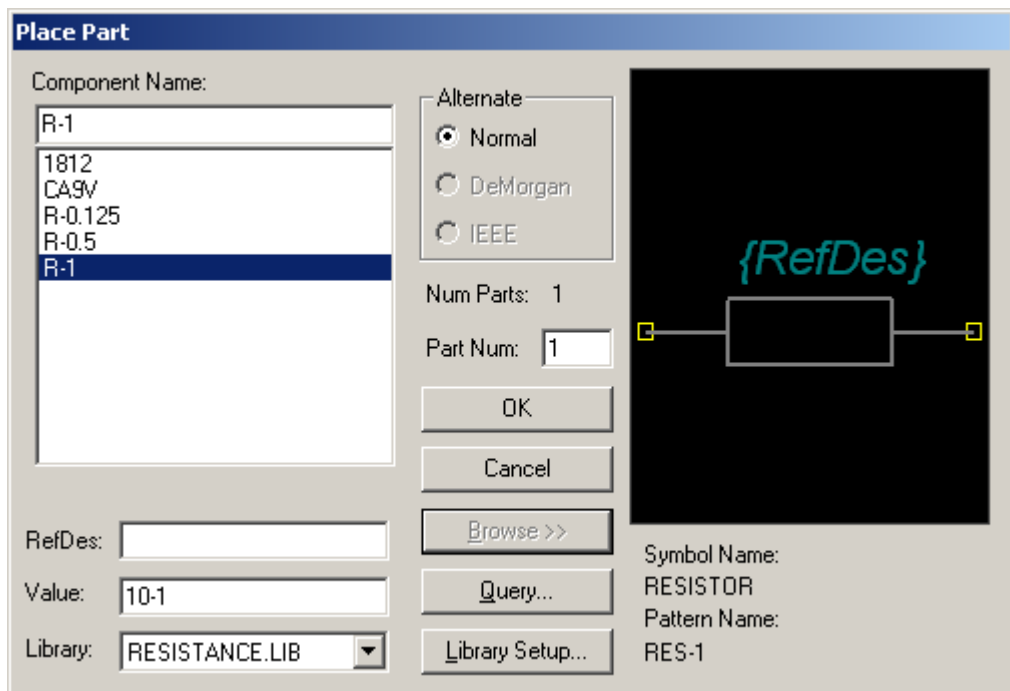

Рис. 18 Выбор из библиотеки резистора с номинальной мощностью 1Вт
- 8.15 В библиотеке **resistance** выберите компонент с именем **R-1**. В поле **Value** внесите значение **10-1** (рис. 18).